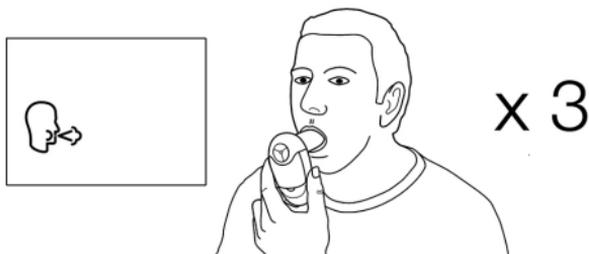

Abbildung 3: Halten des Gerätes während des Tests
4. Wenn das Gerät bereit für den Test ist () , mit erhobenem Kopf so tief wie möglich einatmen und den Vitalograph asma-1 USB, wie in Abbildung 3 dargestellt, vor den Mund halten.